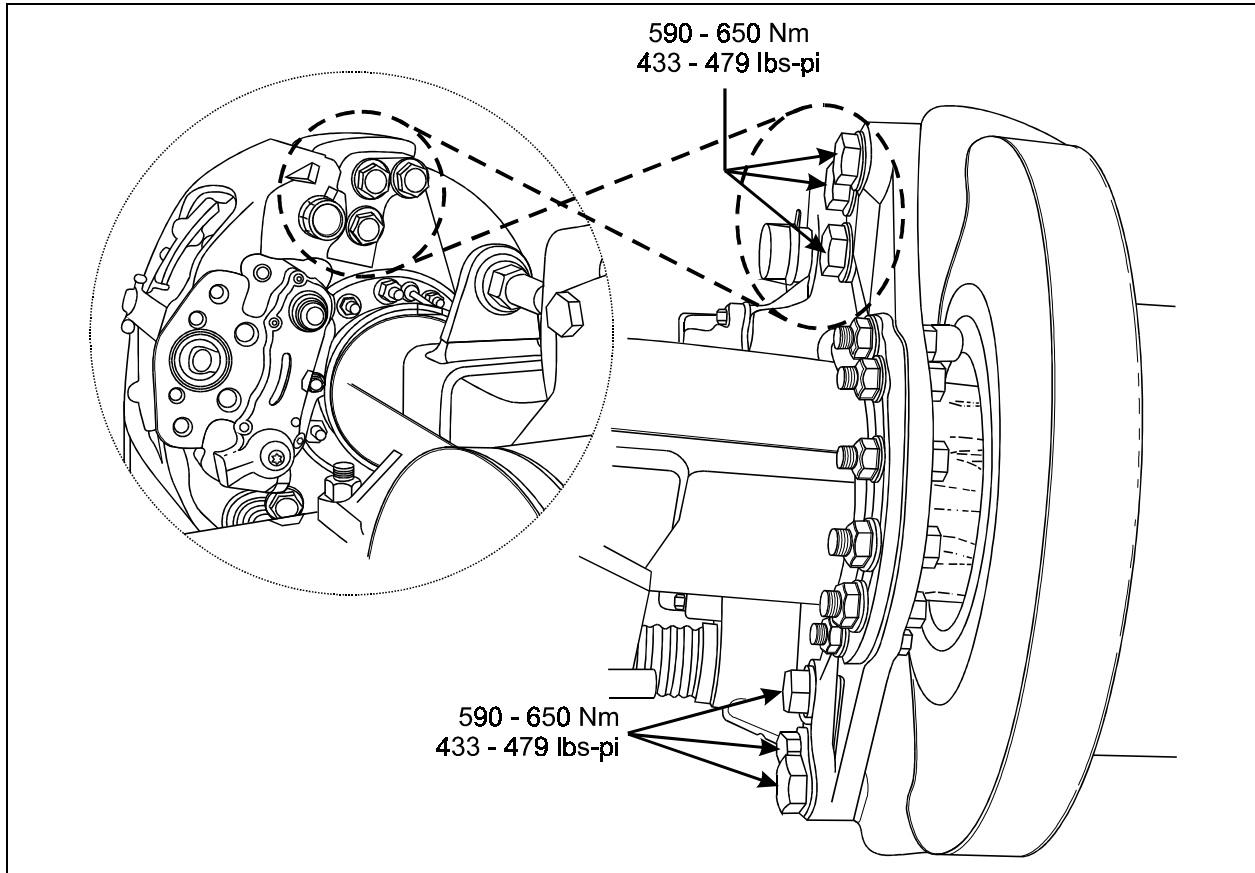

FIGURE 1 : BOULONS DE FIXATION DES ÉTRIERS DE FREINS SUR L'ESSIEU MOTEUR
2. Repérer les boulons des étriers sur l'essieu moteur (il y a six boulons par étrier : 3 en haut et 3 en bas, se référer à la figure 1);